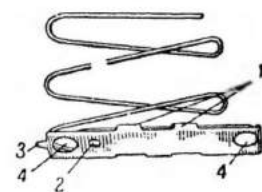

Рис. 43. Защелка крышки: 1 — боковые загибы; 2 — отверстие для выступа; 3 — задний выступ; 4 — отверстия
44. Защелка крышки (рис. 43) служит для крепления крышки. Она имеет: боковые загибы для соединения с пружиной подавателя; отверстие для выступа крышки; задний выступ для направления защелки в коробке; отверстия на концах для облегчения.